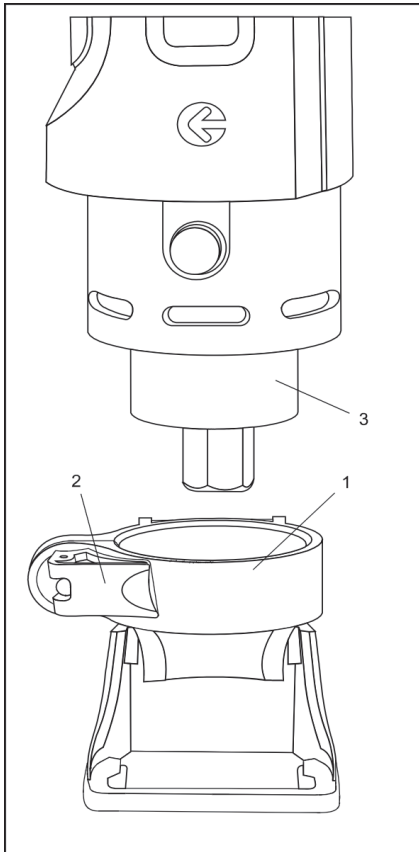

Рис. 10
2. Поместите фиксирующую платформу 1 на основание 3 (Рис. 10).
3. Прижмите фиксатор 2 (Рис. 10).